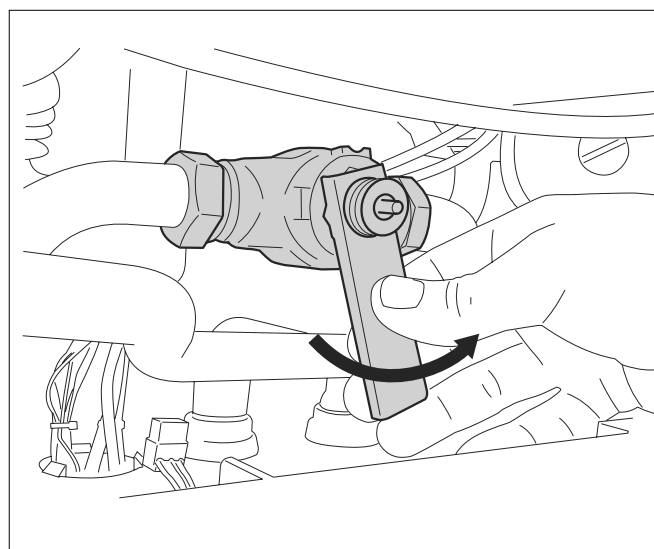

Fig. 75 Demontarea ventilului de reglare
- Deșurubați ventilul de reglare cu cheia (piese livrate - ventil de reglare) (vezi Fig. 75) și introduceți noul ventil de reglare.